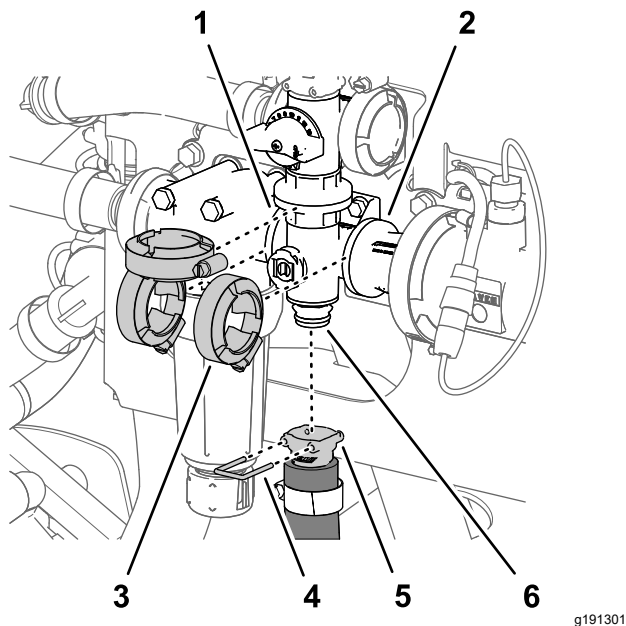

Bild 123
1. Entfernen Sie den Schnellkupplungsstift, mit dem die Schnellkupplung für den Rührwerkschlauch am Verteiler für das Rührwerkventil befestigt ist (Bild 123).
2. Entfernen Sie die drei Flanschklemmen, mit denen der Rührwerkventilverteiler an den Flanschen des Druckfilterkopfs und dem Kupplungsadapter befestigt ist (Bild 123).